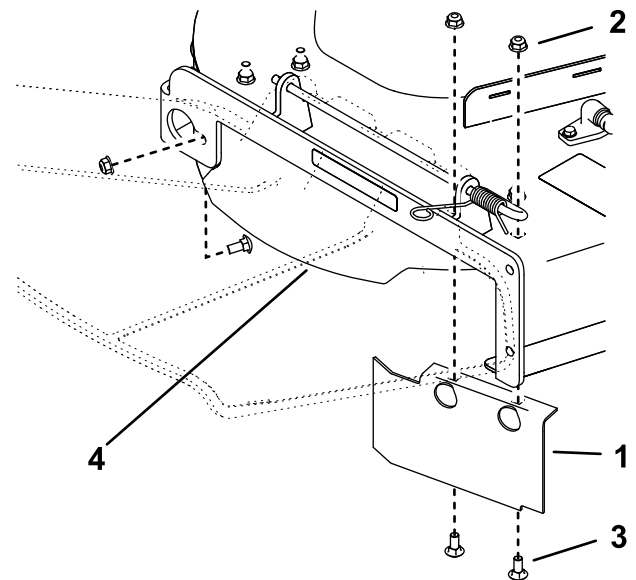

Figure 7
- Fixez la protection du déflecteur à l'aide de 2 boulons de carrosserie (5/16" x 3/4") et 2 écrous (5/16"), comme montré à la Figure 7. Serrez les fixations à la main.
- Fixez la paroi arrière du déflecteur droit au plateau de coupe à l'aide de 1 boulon de carrosserie (5/16" x 3/4") et de 1 écrou (5/16"), comme montré à la Figure 7.